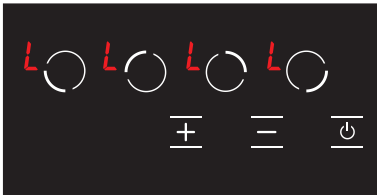

Abbildung 20
1. Wenn der Herd eingeschaltet und die Tastensperre aktiv ist, erscheint das Symbol **L** auf dem gesamten Bildschirm. (siehe Abb. 20) Wenn eine heiße Kochplatte vorhanden ist, werden die Symbole **L** und **H** abwechselnd auf dem Bildschirm angezeigt. Nur mit der **Power** Taste kann der Herd ein- und ausgeschaltet werden.